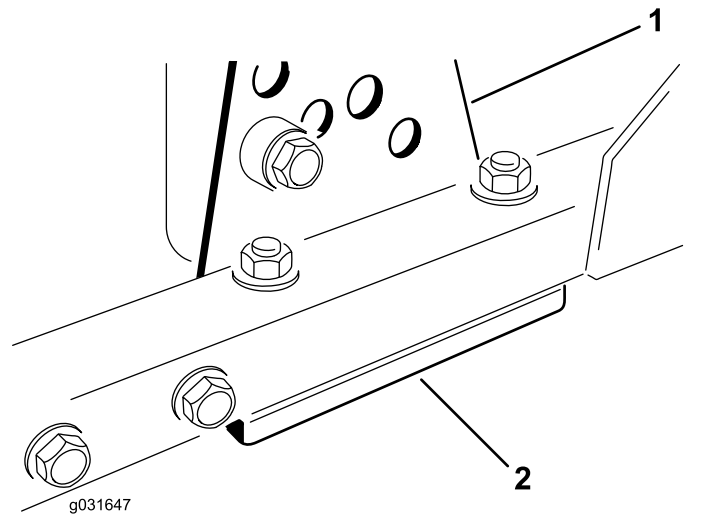

Bild 70
1. Entfernen Sie die Schnitt Höhenhalterung (vorne, links oder rechts) vom Mähwerkrahmen (Bild 70).
2. Führen Sie 1,5-mm- und/oder 0,7-mm-Beilagscheiben zwischen dem Mähwerkrahmen und der Halterung ein, um die gewünschte Schnitt Höhe zu erhalten (Bild 70).
3. Befestigen Sie die Schnitt Höhenhalterung mit den restlichen Beilagscheiben unter der Schnitt Höhenhalterung am Mähwerkrahmen (Bild 70).